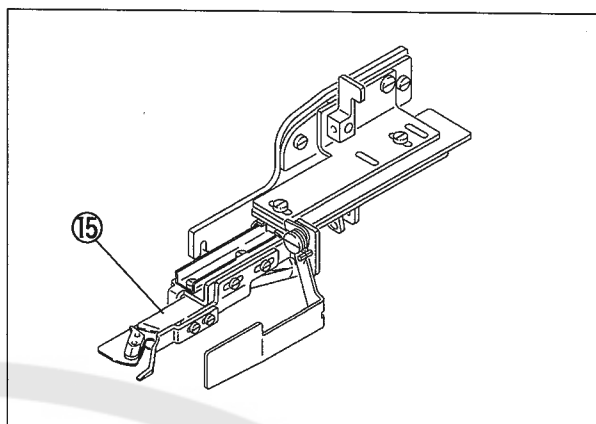

図4
- (6) 膝受ケ⑭を使って、吸込管⑮が最左端(セット位置)に移動し固定されることを確認する。(図4 参照)